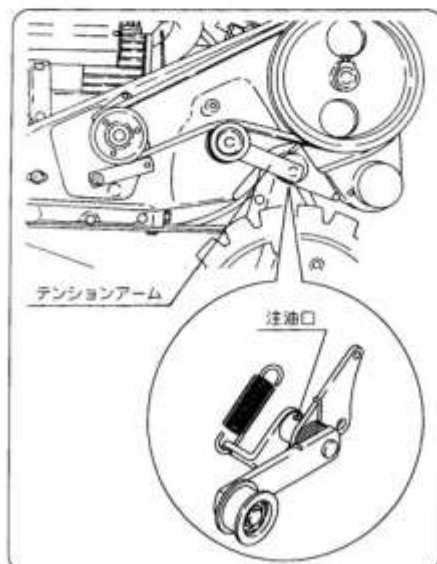

図52
- 本機的主要速レバーとベルトカバーの間にテンションアームの軸受部に注油口があります。作業後または初めに主クラッチテンションの動きを確認してください。動きが悪い場合は、注油してください。(図52)